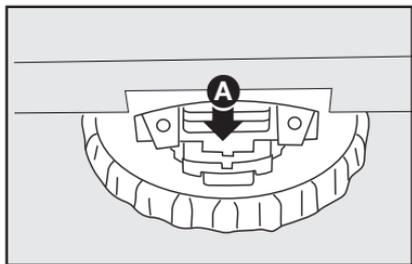
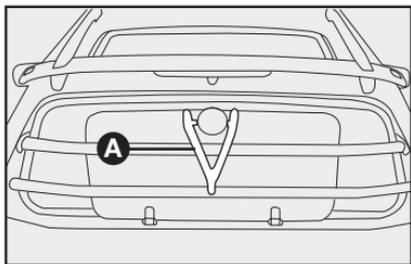

fig. 108
fig. 109
- soltar el retén de color rojo **fig. 108**, ejerciendo sobre este último una ligera presión tal como se indica (dicha operación deberá ser realizada utilizando la punta del destornillador que se encuentra dentro de la bolsa de herramientas, ubicada debajo del asiento del conductor, o debajo del asiento trasero, para Strada Doble Cabina;
- introducir el cristal del techo practicable, utilizando el casquillo de basculamiento ubicado cerca del vano maletero, en el espacio existente entre el cristal trasero y la red de protección, después hacerlo deslizar entre las dos guías predisuestas **fig. 109**;
- fijar el cristal practicable a la red de protección mediante la correa de goma **A-fig. 109** (presente en la bolsa de herramientas), tal como indicado.
Para remover el cristal del techo practicable, invertir el orden del procedimiento de remoción y encastrar el cristal en la sede delantera y en el retén **fig. 108**. Presionar ligeramente la parte trasera del cristal hasta advertir el tope de bloqueo; después, girar 2 veces el casquillo **fig. 109** (en dirección contraria a la de apertura del cristal).